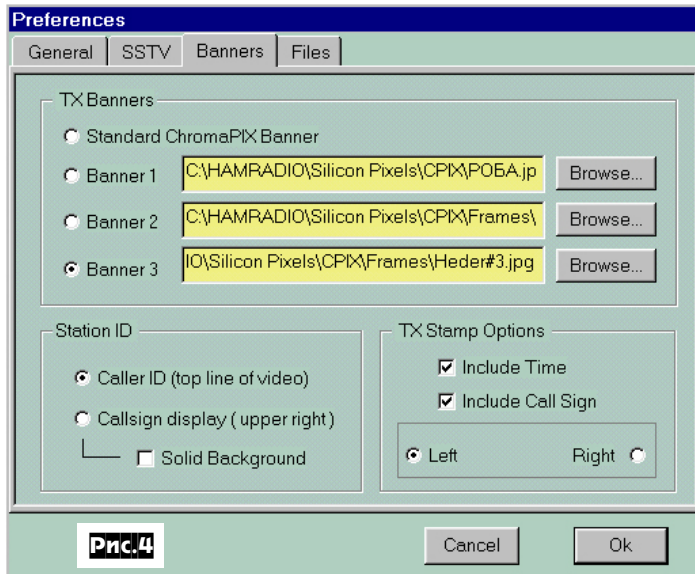

Рис.4
- ③ «**Banners**» - содержит установки, описывающие параметры заголовков, которые вставляются в начале передаваемых картинок и штампа с датой/временем в их конце (рис.4).